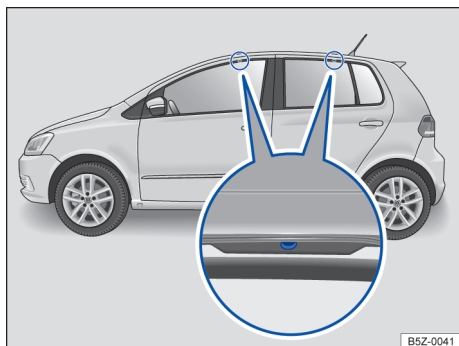

Fig. 113 Pontos de fixação dos suportes de base do bagageiro do teto (ambos os lados).
Os furos ou marcações dos pontos de fixação dos suportes de base ficam visíveis com a abertura das portas (dianteiras e traseiras) do veículo e encontram-se no lado nas vigas do teto → Fig. 113 (lupa). Os furos ou marcações para fixação atrás encontram-se no lado inferior das vigas do teto → Fig. 113 (lupa direita).
- Fixar os suportes de base somente nas marcações indicadas na figura → Fig. 113.